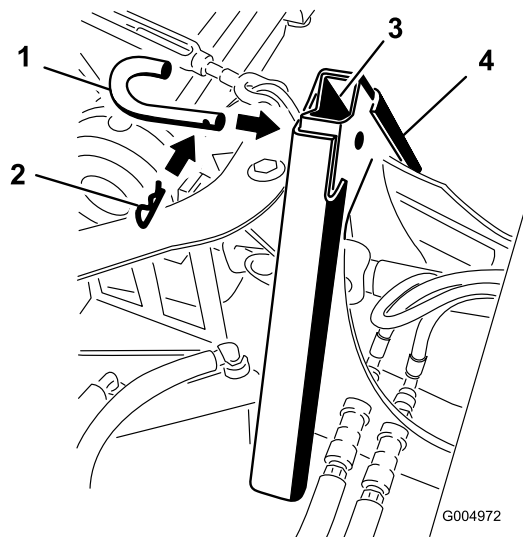

Figura 71
3. Acople los adaptadores con el pasador de acoplamiento y la chaveta, según se indica en Figura 71.